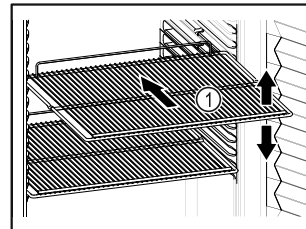

Fig. 52 Shembull ilustrues
- Nëse raftet me rrjetë Fig. 52 (1) mund të zhvendosen, atëherë përshtatini sipas lartësisë.